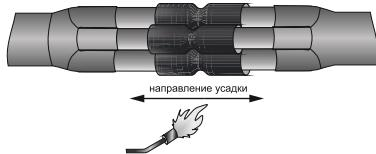

Рисунок 13
4.24 Надвинуть на каждую гильзу трубку для изолирования гильзы. Установить их по центру гильзы и усадить, начиная с середины и далее в направлении торцов. После усадки трубы по торцам должен быть виден расплавленный клей (рисунок 13).